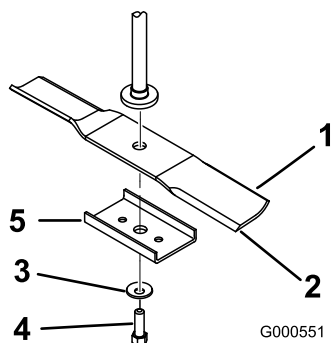

Figura 46
Tenete l'estremità della lama con un cencio o un guanto bene imbottito. Togliete il bullone, la rondella curva, il rinforzo della lama e quest'ultima dall'asse del fusello (Figura 46).
1. Montate la lama sull'asse del fusello (Figura 46).
2. Montate il rinforzo della lama, la rondella curva (lato concavo verso la lama) ed il bullone della lama (Figura 46).